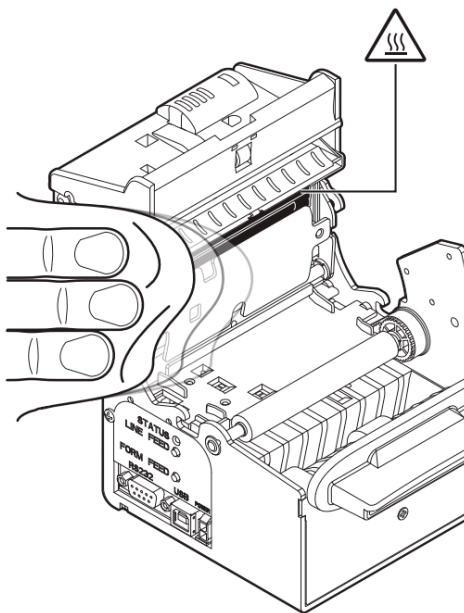

Рисунок 22. Очистка печатающей головки принтера (отмечена на рисунке черным цветом)
1. Очистка печатающей головки принтера неабразивной тканью, смоченной изопропиловым спиртом (см. рис. 22). Для очистки не используйте растворители или жесткие щетки. Не допускайте попадания воды или других жидкостей внутрь принтера.